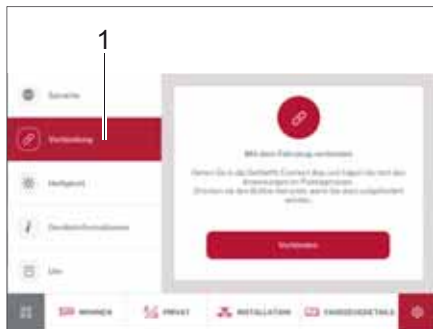

Bild 280 Anslutning
- Klicka på knappen *Anslutning* (Bild 280,1).